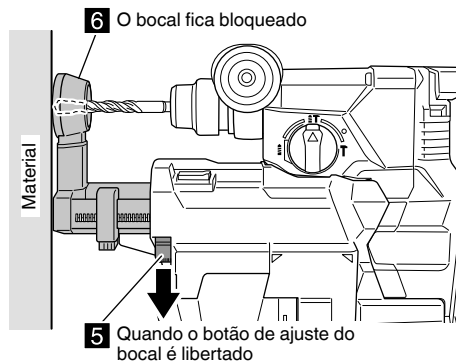

Fig. 7
- (4) Liberte o botão de ajuste do bocal para bloquear a posição do bocal. (Fig. 7)